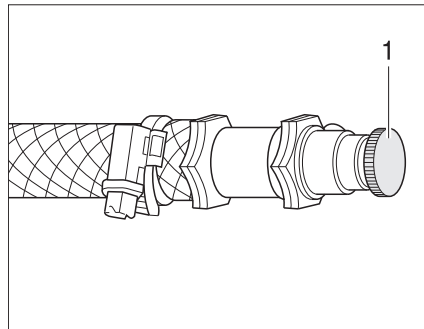

Bild 163 Entlüftungsventil Warmwasser-Heizung
- Das Entlüftungsventil (Bild 163,1) öffnen und geöffnet lassen, bis keine Luft mehr austritt.